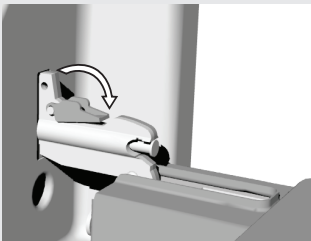

Abb. 2
- Fassen Sie die Glasscheibe am unteren Rand an, heben Sie sie leicht an, damit sie aus dem Träger herausspringt und nehmen Sie sie heraus (Abb. 2).
- Machen Sie darauf langsam die Tür zu, damit die Sperren auf den Halterungen aufsitzen. Heben Sie die Tür bei einem Winkel von ungefähr 15° (in Bezug auf die geschlossene Tür) ein wenig an und ziehen Sie sie aus beiden Scharnierhalterungen heraus (Abb. 2).
- Drehen Sie beim GentleClose System die Aushängesperre um 90° zurück (Abb. 2).